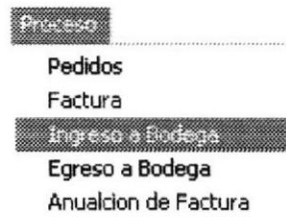

Figura 9.13. Seleccionando Ingreso a Bodega.
2. Seleccione la opción <Ingreso a Bodega> en el menú de Procesos dando clic con el Mouse como se muestra en la figura 9.13.